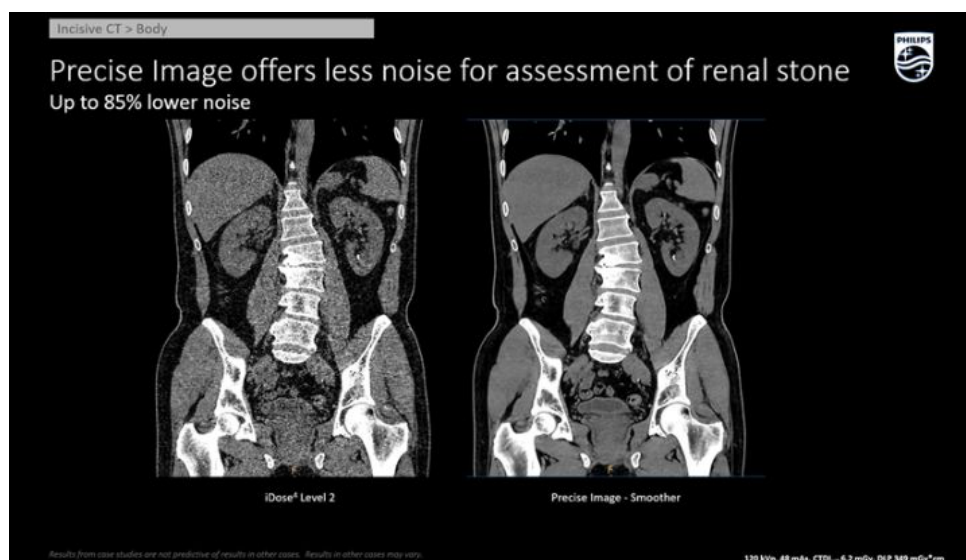

Figure 11 : Comparaison de l'algorithme de reconstruction classique iDose et Precise Image [source : interne]
- **Precise Image** : Cet algorithme permet de réduire la dose et le bruit sur l'image et donc d'augmenter la détectabilité à faible contraste, ainsi que de réduire le temps de lecture des images. C'est l'algorithme de reconstruction le plus rapide du marché qui succède à l'algorithme iDose (figure 11).